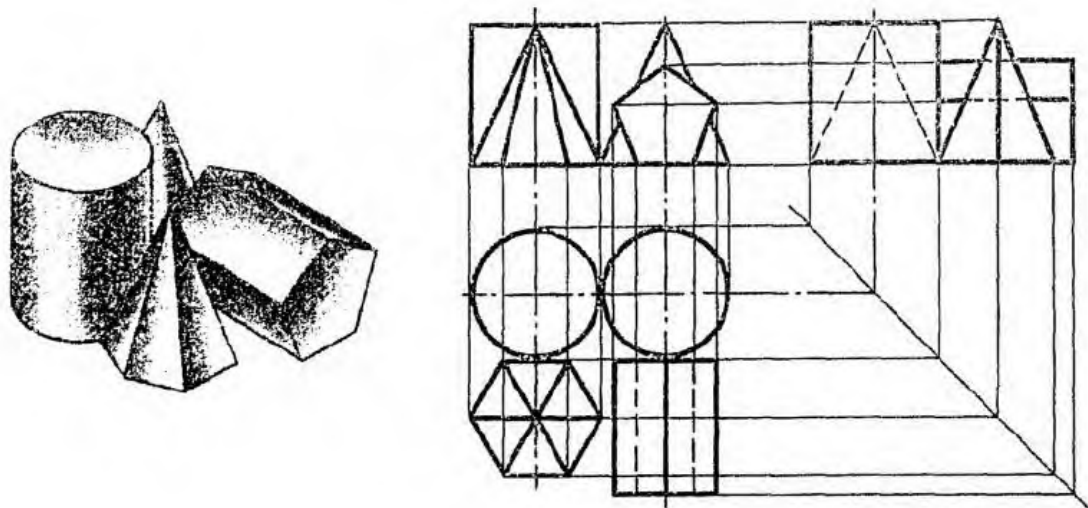

Рис.29 Пример выполнения задания
3. Построить в трех проекциях группу геометрических тел, взаимное расположение которых представлено на горизонтальной проекции и изометрической проекции (рис.29);